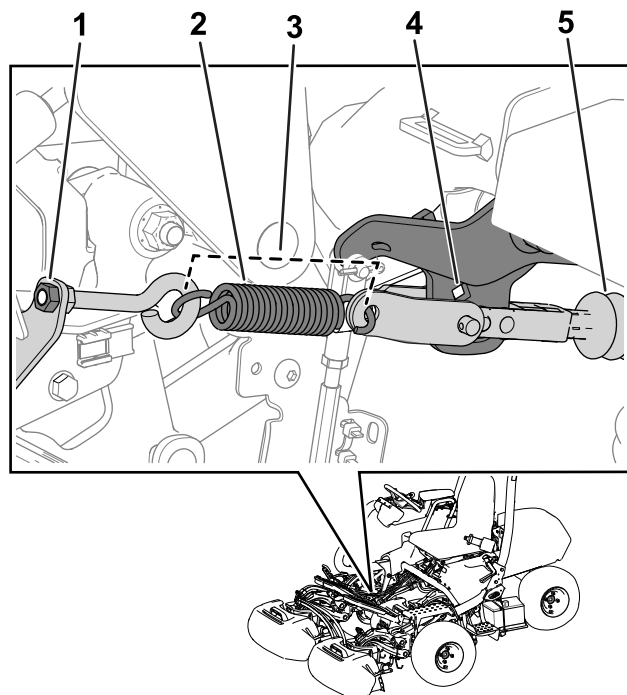

図 33
注 手順については 図 33 を参照。
3. アイボルトのナットを締め付けてスプリングの長さ取り付け状態を 11.4 cm にする 図 33。